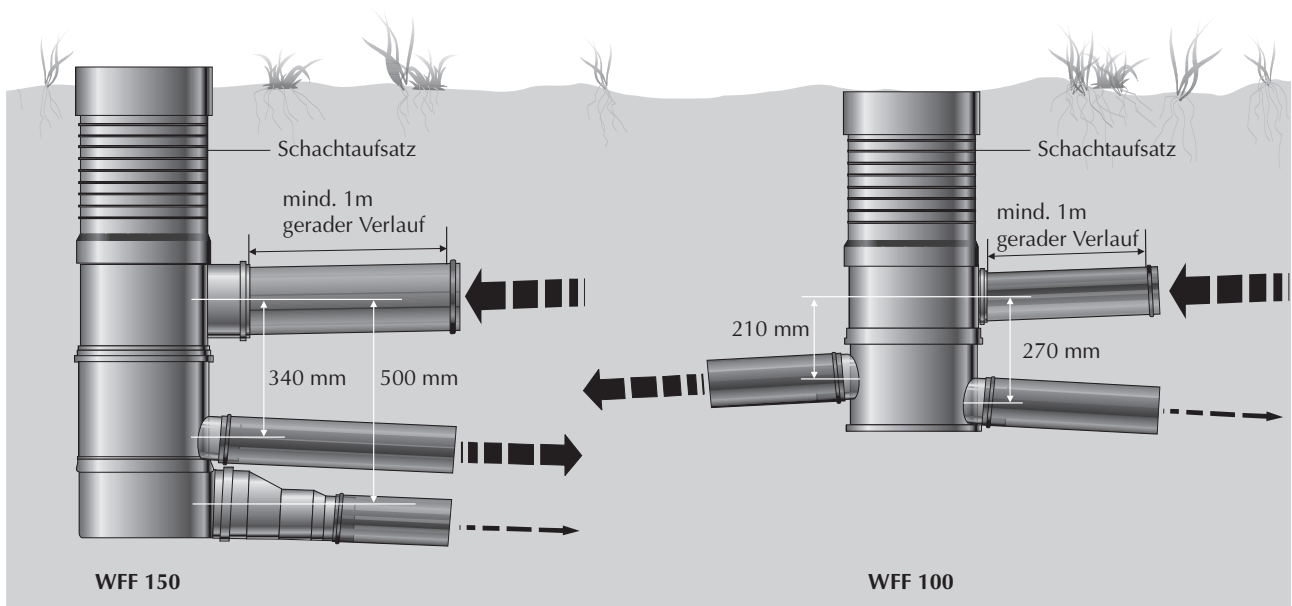

Bild 4 Einbau der WirbelfeinfILTER in der Erde
Konstruktionsbedingt liegt beim Wirbel-Feinfilter der Ablauf tiefer als der Zulauf (Bild 4).
- Das Zulaufrohr muss vor dem Wirbel-Feinfilter mindestens 1 m lang gerade und ohne Verzweigung verlaufen, um eine optimale Funktion zu gewährleisten (Bild 4).
Das Gehäuse des Wirbelfeinfilters wird bei Bedarf mit dem Schachtaufsatz bis zur Geländeoberkante verlängert (Bild 4). Der Schachtaufsatz hat eine Höhe von 550 mm und kann auf das gewünschte Maß gekürzt werden. Vor dem Aufsetzen entfernen Sie den Zwischenring am Wirbelfeinfiler. Dieser ist mit drei Schrauben befestigt. Dann wird der Schachtaufsatz aufgesteckt und mit den mitgelieferten Schrauben am Wirbelfeinfiler befestigt. Der Zwischenring wird oben auf den Schachtaufsatz aufgesetzt und angeschraubt. Der Schachtaufsatz kann jetzt mit dem Wirbelfeinfiler-Deckel verschlossen werden.